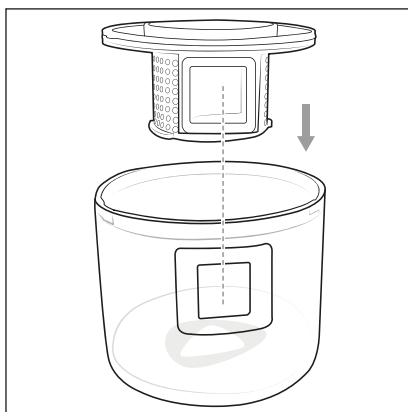

Fig. 7
- 6) Reinserire il filtro della polvere **6** nel contenitore della polvere **4**. Assicurarsi che le aperture laterali del contenitore della polvere **4** e del filtro della polvere **6** siano sovrapposte (fig. 7).